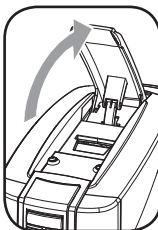

Abb. 1
- 8- Den Hebel für die Öffnung des Kapselfachs nach oben führen (Abb.1).